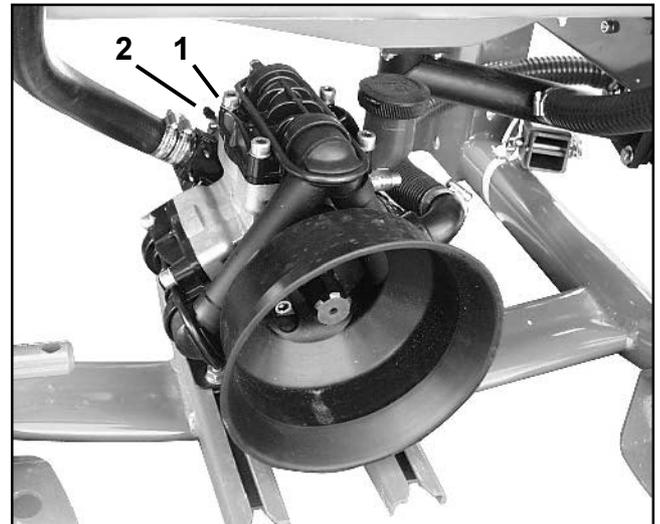
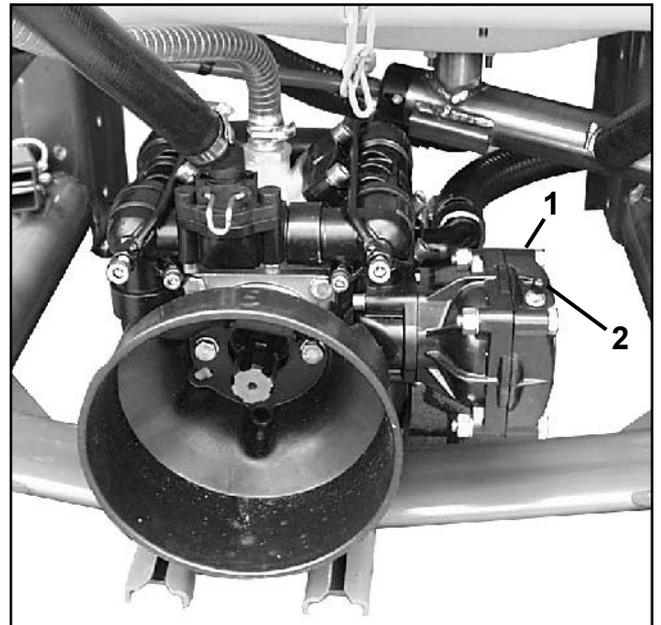
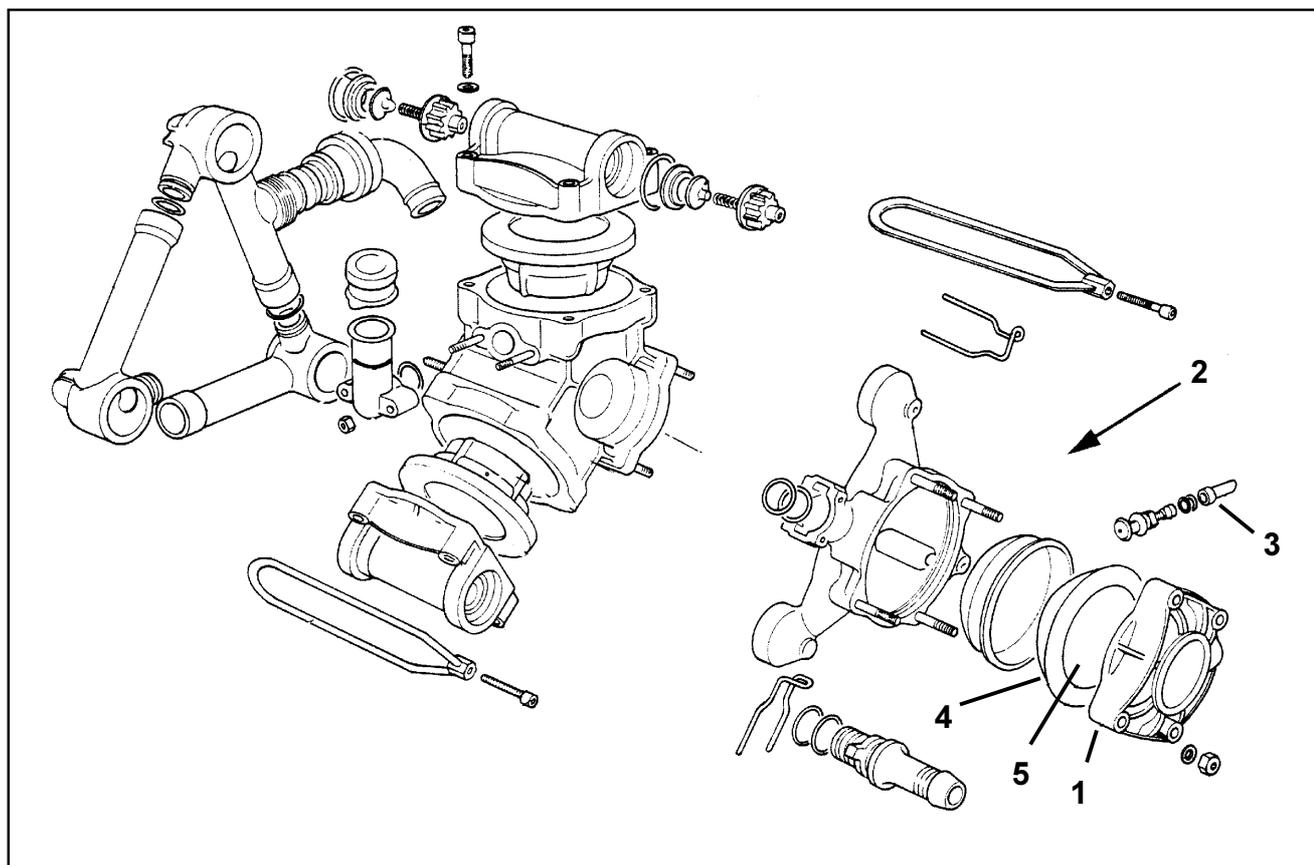

Fig. 9.5
Fig. 9.6
Fig. 9.7
La cloche à air (fig. 9.5/1; 9.6/1) a pour objet d'écrêter les pointes de pression engendrées au cours du cycle de fonctionnement de la pompe par les mouvements de va et vient des pistons et donc d'amortir les pulsations du liquide refoulé.
Contrôlez la pression à la valve (fig. 9.5/2, fig. 9.6/2) et corrigez éventuellement comme indiqué ci-après les préconisations du tableau précédent :
- Contrôlez une nouvelle fois la pression de la cloche à air et corrigez s'il le faut. Si la pression chute une nouvelle fois après une courte période de travail, c'est une indication que la membrane (fig. 9.5/2) de la cloche à air est défectueuse:
- Dévissez les 4 vis de fixation, ôtez le couvercle de la cloche (fig. 9.7/1) et retirez la membrane (fig. 9.7/4).
**Au montage, veillez à ce que la membrane soit correctement placée sur son siège et que la face extérieure (fig. 9.5/5) de la coupole de la membrane soit bien orientée vers le couvercle de la cloche à air (fig. 9.7/1).**